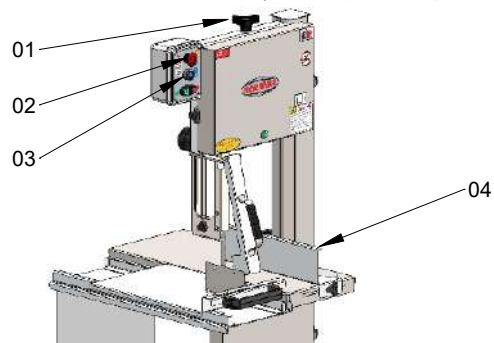

Figura 01
2.1.2 Verifique se o botão de Emergência (item 02, figura 01) está acionado; caso esteja, gire-o no sentido indicado no mesmo para desacioná-lo.
2.1.3 Ao conectar o cabo na tomada, aperte o botão Rearme (item 03, figura 01) para deixar a máquina pronta para operação.
2.1.4 Observe o tensionamento da serra antes de ligar a máquina, estando frouxa estique-a através do manípulo regulador da serra (item 01, figura 01).
2.1.5 Ao serrar ossos pequenos, deslize o limitador de espessura (item 04, figura 01) para maior segurança na operação.